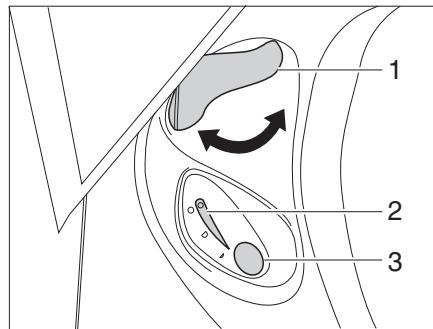

Fig. 155 Unidad de mando inodoro Thetford
- Antes del lavado, abrir la corredera del inodoro Thetford. Para ello, girar la palanca de corredera (Fig. 155,1) en sentido contrario a las agujas del reloj.
- Para lavar, pulsar el botón de lavado azul (Fig. 155,3).
- Tras el lavado, cerrar la corredera. Para ello, girar la palanca de corredera (Fig. 155,1) en sentido de las agujas del reloj.
La luz de control (Fig. 155,2) se enciende cuando es necesario vaciar el cassette Thetford.
- Girar la palanca de corredera (Fig. 155,1) en sentido de las agujas del reloj. Se cierra la corredera. Para el vaciado **debe** estar cerrada la corredera en el inodoro Thetford.